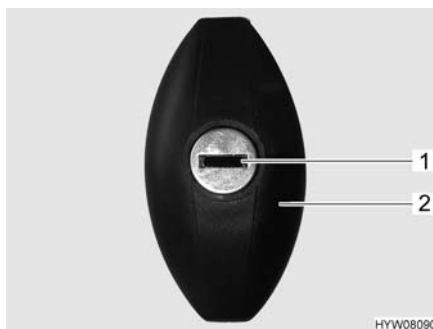

Fig. 34 Serratura dello sportello (ellittico, chiuso)
- Inserire la chiave nel cilindro della serratura (Fig. 34,1) e ruotare in senso antiorario di un mezzo giro. La maniglia della serratura (Fig. 34,2) scatta all'infuori.